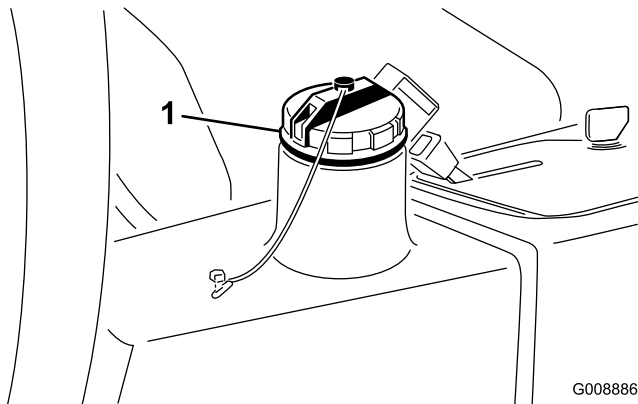

Figure 29
2. Nettoyez la surface autour du goulot et du bouchon de remplissage du réservoir hydraulique (Figure 29). Enlevez le bouchon.